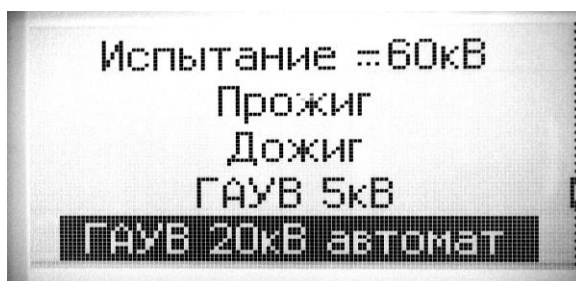

Рис. 13
6.6.6. Нажимая кнопки «▲» или «▼» БУ выбрать строку меню «ГАУВ. 20кВ автомат» (рис. 13.).